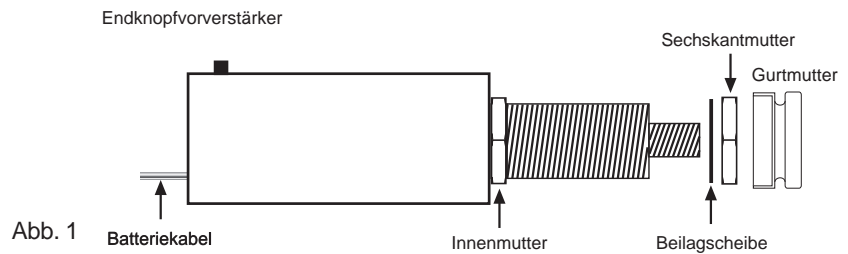

Abb. 1
16. Entfernen Sie auf dem Endknopfverstärker die äußere Gurtmutter, die Sechskantmutter und die Beilagscheibe (Abb.1) und führen Sie diesen samt den angeschlossenen Kabeln durchs Schalloch ein.